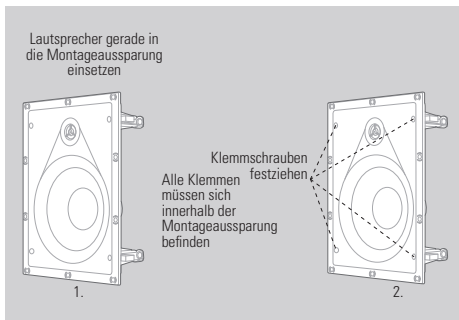

Abbildung 7
3. Führe den Lautsprecher in die Montageöffnung ein. Ziehe mit dem Schraubendreher die vier Schrauben an der Front des Lautsprechers fest. Die Lautsprecherhalterungen klemmen sich am Wandmaterial fest. (Abbildung 7)